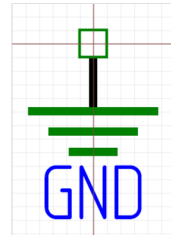

Рис. 66 Порт GND
- GND (Земля) – обозначение заземления, см. Рис. 66.